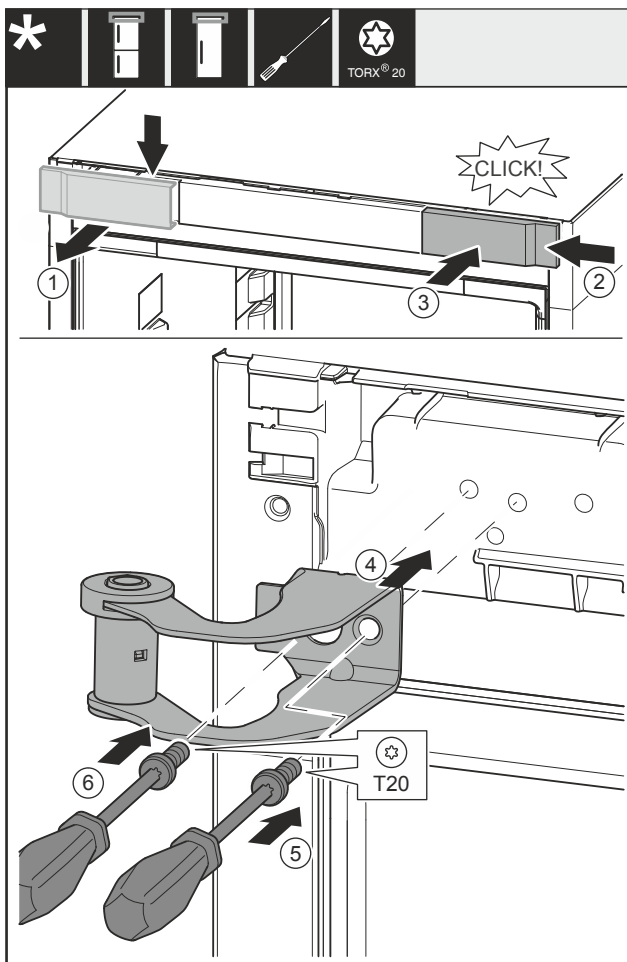

Fig. 22
- Hiqni kapakun mbulues Fig. 22 (1) nga lart duke e tërhequr përpara.
- Futni kapakun mbulues Fig. 22 (2) të rrotulluar me 180°, në anën tjetër nga e djathta.
- Mbërtheni kapakun mbulues Fig. 22 (3).
- Vendosi bazamentin e sipërm mbështetës Fig. 22 (4).
- Vidhosni vidën Fig. 22 (5).
- Vidhosni vidën Fig. 22 (6).